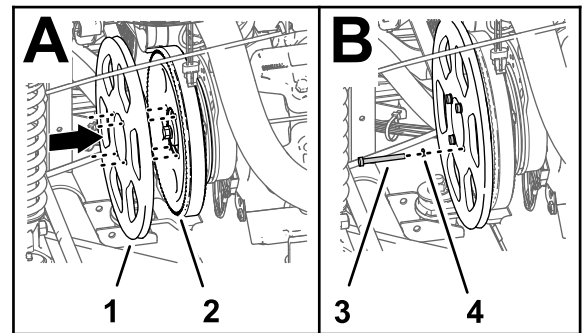

图 179
4. 将交流发电机套件皮带轮上的孔与打药机泵皮带轮上的孔对齐图 179。